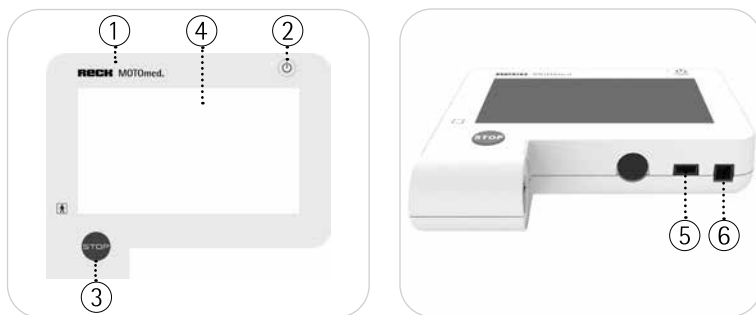

Fig. 5.1, 5.2
se Fig. 5.1 Trykk på/av-tasten ② og slå på MOTOfit.
se Fig. 5.1 Med den røde stopptasten  kan du når som helst avbryte treningen.